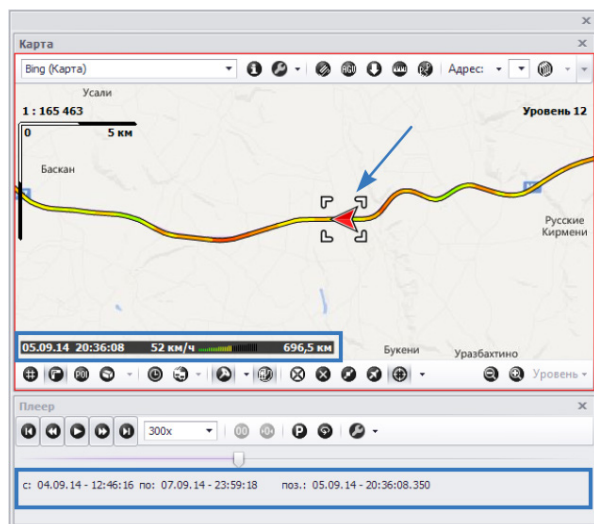

Рис.317. Индикация воспроизведения.
- Кроме того в нижнем левом углу карты индикатор показывает параметры текущей точки (Рис.317).